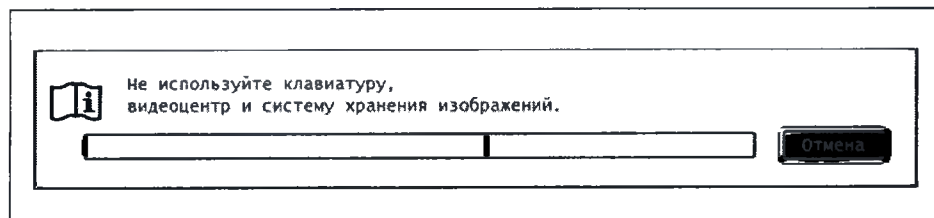

Рисунок 7.262
- 5 Во время перемещения отображается индикатор выполнения. (см. рис. 7.262)